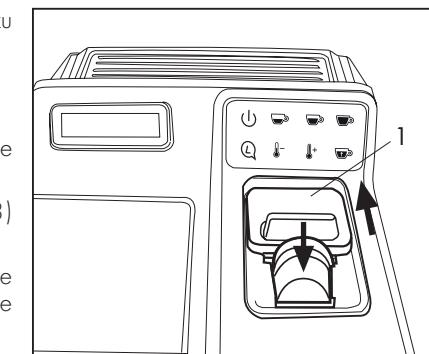

Abb. 10
- Öffnen Sie die Klappe (1) und setzen Sie eine Kapsel in die Öffnung ein. (**Abb. 10**)